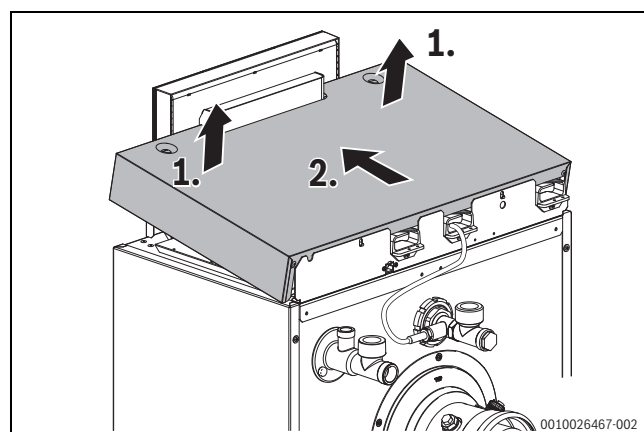

Bild 29 Kesselhaube abnehmen
- Kesselhaube im vorderen Bereich nach oben anheben und dann nach vorne abnehmen (→ Bild 29).